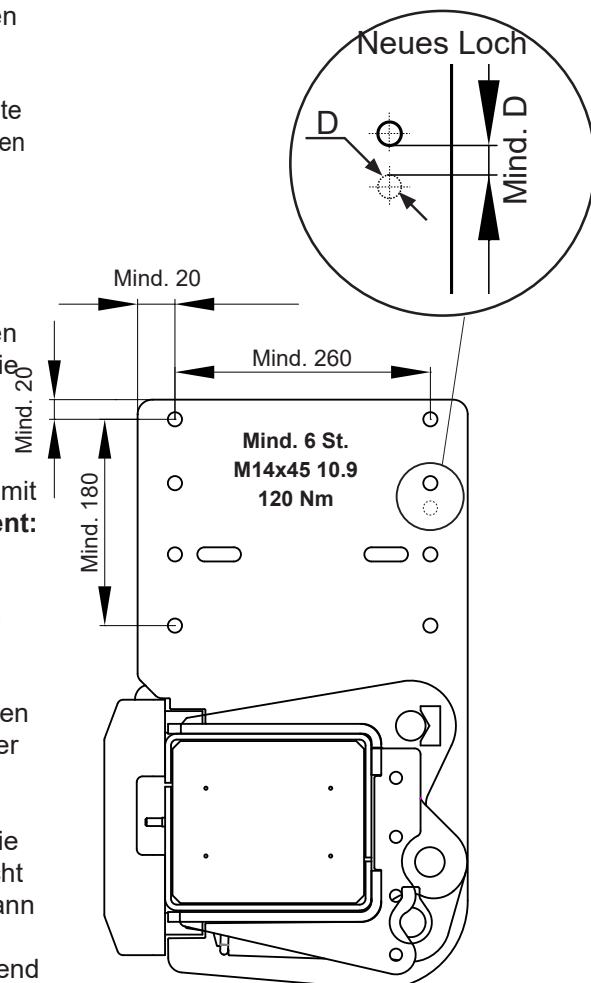

Abbildung 20. Montieren Sie die Rahmenbefestigung mit mindestens 6 Schrauben M14x45 10.9
10. Bei der Montage des Rahmens ohne vorgebohrte Löcher, montieren Sie zuerst eine Schraube in das vorgebohrte Loch der Befestigungen. Markieren Sie auf dem Fahrzeugrahmen die Mitte in den vorgebohrten Löchern der Befestigungen und bohren Sie dann Löcher von  $\varnothing 14$  mm in den Rahmen, siehe "Abbildung 20. Montieren Sie die Rahmenbefestigung mit mindestens 6 Schrauben M14x45 10.9" auf Seite 18.